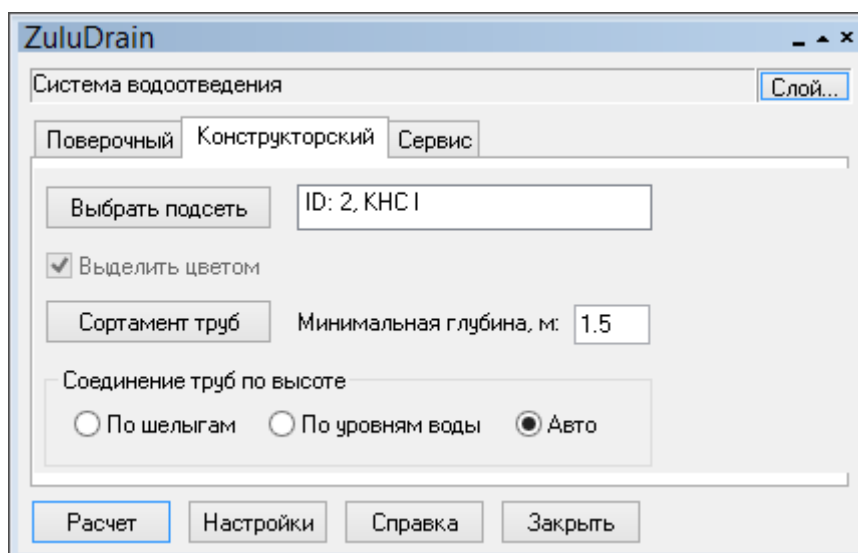

Рисунок 74. Запуск конструкторского расчета
3. На панели конструкторского расчета нажмите кнопку **Выбрать подсеть** . Флажок *Выделить цветом* должен быть установлен. При этом все участки канализационной сети, участвующие в расчете, окрасятся в красный цвет, включая и выбранный участок, (Рисунок 74. «Запуск конструкторского расчета»).